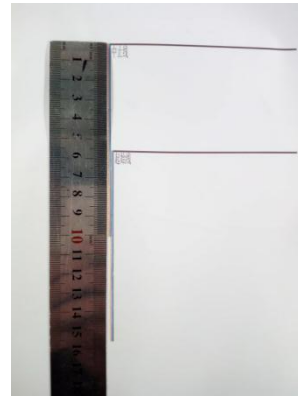

图 8.17 打印出来的测试条
2.3.1 选择“步进校准-->准备”，单击“打印”，打印机会打印出一段“测试条”，如图 8.17 所示。用格尺测量起始线的下边缘到中止线的下边缘之间的间距（或起始线的上边缘到中止线的上边缘），填入”距离（mm）”中，并点击”应用”。